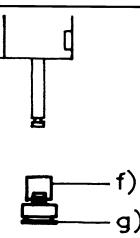

Fig. 5.4
4. See Fig. 5.4 Remove universal joint f) and plunger g) if necessary.
4. Siehe Abb. 5.4 Falls nötig das Kardangelenk f) und den Kolben g) entfernen.
MONTAGE DER 832.02 (Abb. 5.4 - 5.1)
1. Siehe Abb. 5.4 Das Kardangelenk f) und den Kolben g) einhaken.
ASSEMBLING 832.02 (Fig. 5.4 - 5.1)
1. See Fig. 5.4 Assemble universal joint f) and plunger g).
4. Voir Fig. 5.4. Dégager le cardan f) et le piston g) si nécessaire.
MONTAGE DE 832.02 (Fig. 5.4 - 5.1)
1. Voir Fig. 5.4 Remonter le cardan f) et piston g)